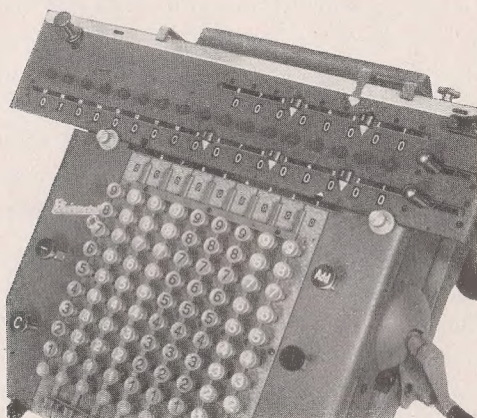

Abbildung 1
Nach erfolgtem Auspacken der Maschine sind zunächst die 3 Sicherungsschrauben, mit denen der Zählwerkschlitten (9) an seiner Vorder- und Rückwand zum Schutze gegen Beschädigungen während des Transportes festgestellt werden muß, zu entfernen (Abb. 1). Man überzeuge sich dann mit einigen Handgriffen, ob die Maschine nach dem Versand in Ordnung ist. Der Zählwerkschlitten (9) muß sich nach Hochheben des Knopfes (18)